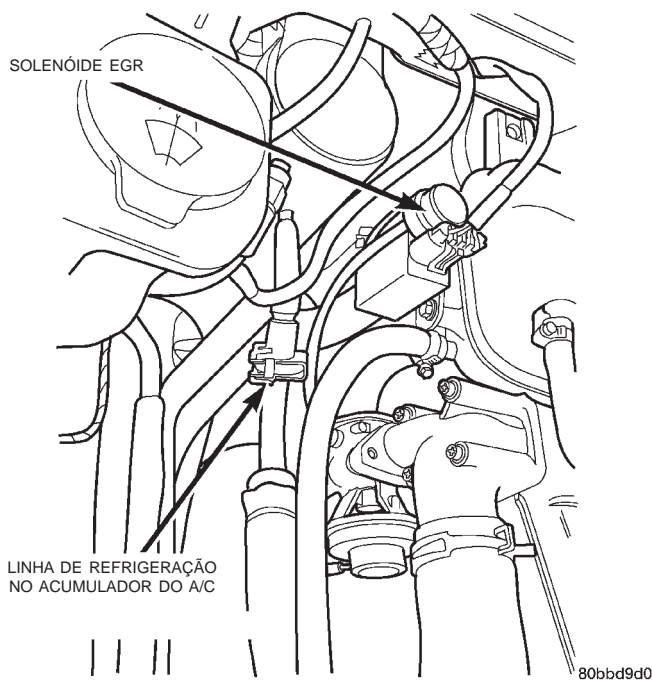

Fig. 16 Linha de Refrigeração no Acumulador
(20) Desconecte a linha de refrigeração do acumulador do A/C (Fig. 16).